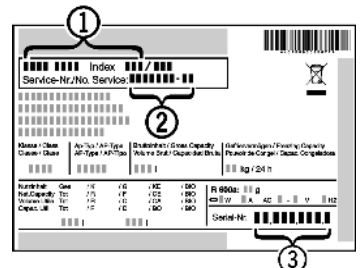

Fig. 12
- ▶ Označení přístroje Fig. 12 (1), servisní číslo Fig. 12 (2) a sériové číslo Fig. 12 (3) naleznete na typovém štítku. Identifikační typový štítek je umístěn na levé vnitřní stěně přístroje.
- ▶ Informujte zákaznický servis a sdělte poruchu, označení přístroje Fig. 12 (1), servisní číslo Fig. 12 (2) a sériové číslo Fig. 12 (3).